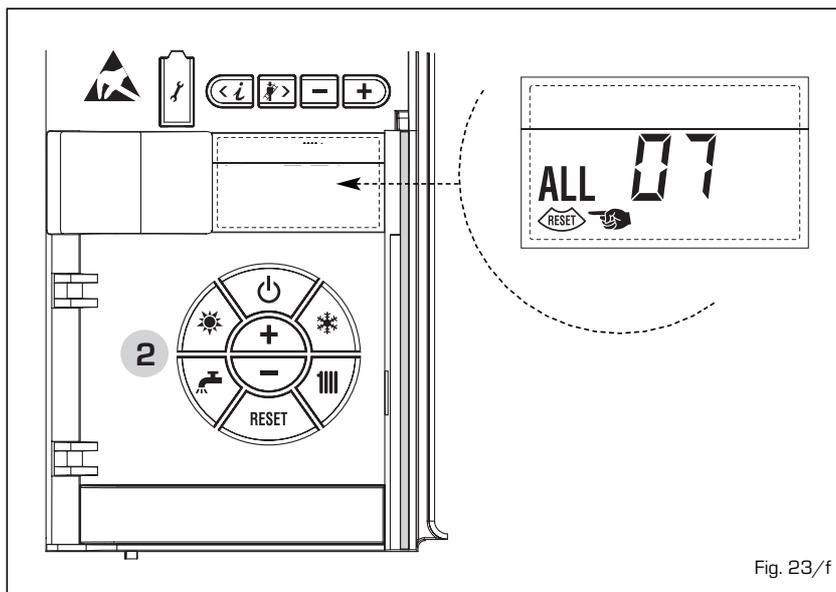

Fig. 23/f
- **ANOMALIA FIAMMA PARASSITA "ALL 08" (fig. 23/g)**